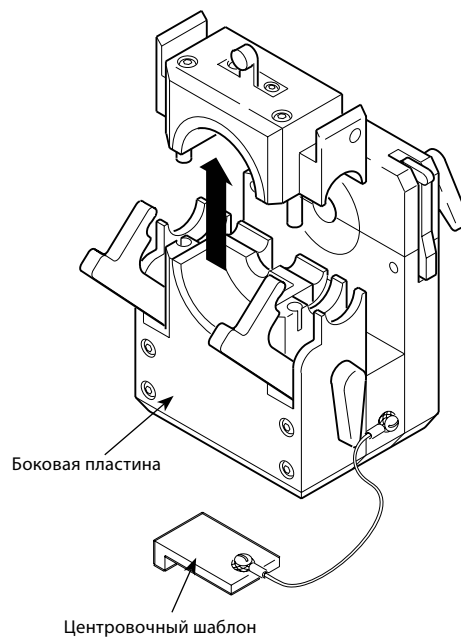

Рисунок 23. Снятие верхней части боковой пластины
3. Переверните фиксирующий блок в вертикальное положение и снимите верхние части боковых пластин CWS-5FSP2. См. рисунок 23.